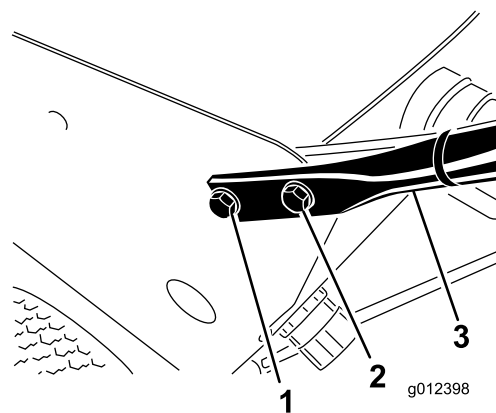

Figura 4
3. Usando el juego de taladros inferior, monte provisionalmente el manillar en el soporte del depósito con 2 pernos (Figura 4).
4. Seleccione uno de los taladros de montaje superiores, coloque el manillar en la posición de uso deseada y sujete el manillar al soporte del depósito con 2 pernos y tuercas (Figura 4).